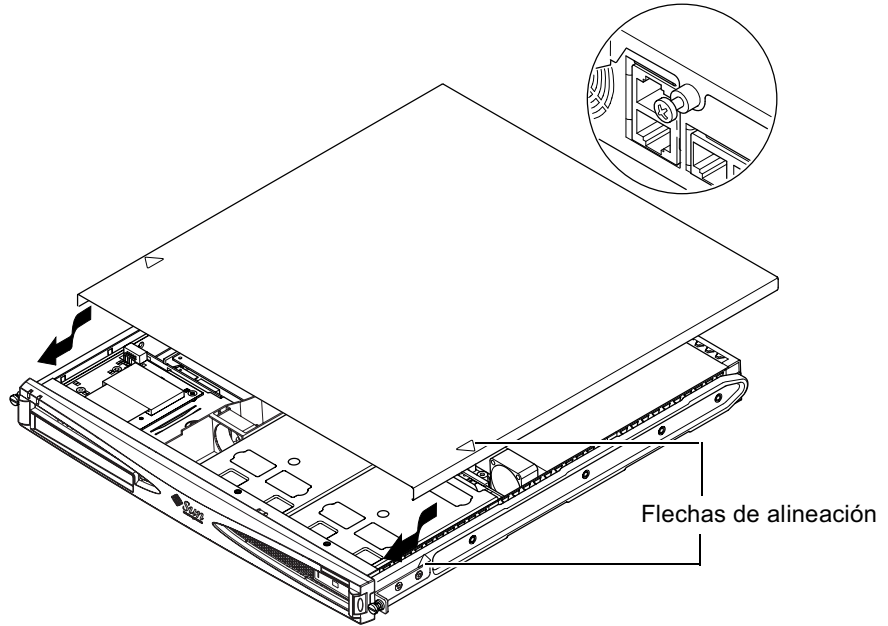

FIGURA 4-9 Colocación de la cubierta superior
7. **Vuelva a colocar la cubierta del servidor y ajuste el tornillo de captura (consulte la FIGURA 4-9 en la Sección 4.7, "Colocación de la cubierta superior del servidor" en la página 4-14).**
- 5. Vuelva a colocar la cubierta del servidor y ajuste el tornillo de captura (consulte la FIGURA 4-9 en la Sección 4.7, “Colocación de la cubierta superior del servidor” en la página 4-14).**
3. Vuelva a colocar la cubierta del servidor y ajuste el tornillo de captura (consulte la FIGURA 4-9 en la Sección 4.7, "Colocación de la cubierta superior del servidor" en la página 4-14).
8. Vuelva a colocar la cubierta del servidor y ajuste el tornillo de captura (consulte la FIGURA 4-9 en la Sección 4.7, “Colocación de la cubierta superior del servidor” en la página 4-14).
7. **Vuelva a colocar la cubierta del servidor y ajuste el tornillo de captura (consulte la FIGURA 4-9 en Sección 4.7, “Colocación de la cubierta superior del servidor” en la página 4-14).**
3. **Ajuste el tornillo de captura situado en la parte posterior (consulte la FIGURA 4-9).**